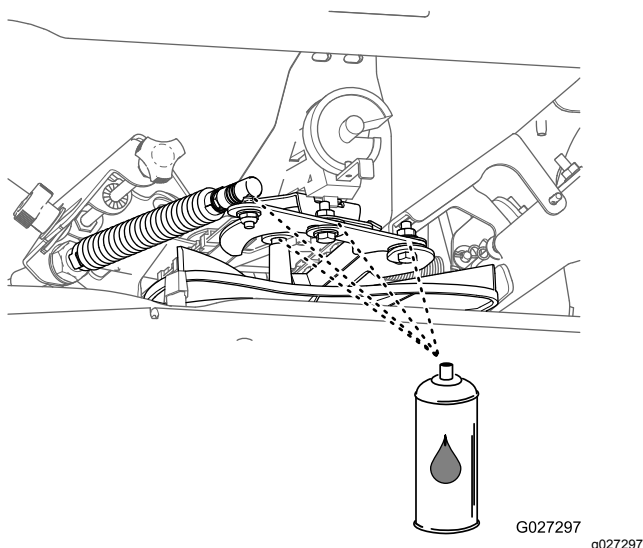

Figure 62
9. Appliquez du lubrifiant hydrofuge sur les composants, comme montré à la Figure 62.